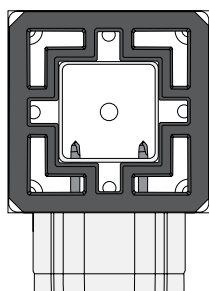

Figura 8
- En los soportes superiores del barandal, use tornillos de 2", que lleguen hasta el poste de acero. Mire de arriba hacia abajo por el poste para asegurar que los tornillos penetren en el poste de acero (Figura 8).